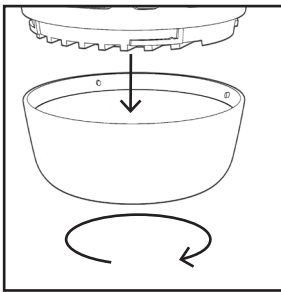

Fig. 1
2. Gire la bandeja inferior como se indica en las instrucciones anteriores. (Fig. 1)